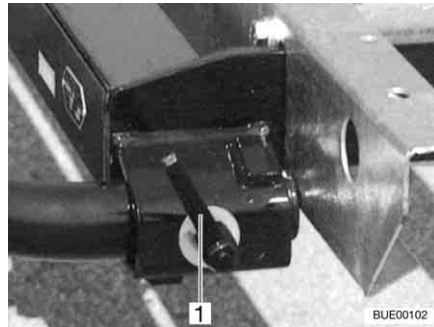

Fig. 4 Cierre rápido
- Encajar el soporte a la izquierda y a la derecha en el marco y retenerlo con un cierre rápido (Fig. 4,1) de cada lado.
- Soltar el cierre rápido (Fig. 4,1) y extraer el soporte de los alojamientos en el marco.